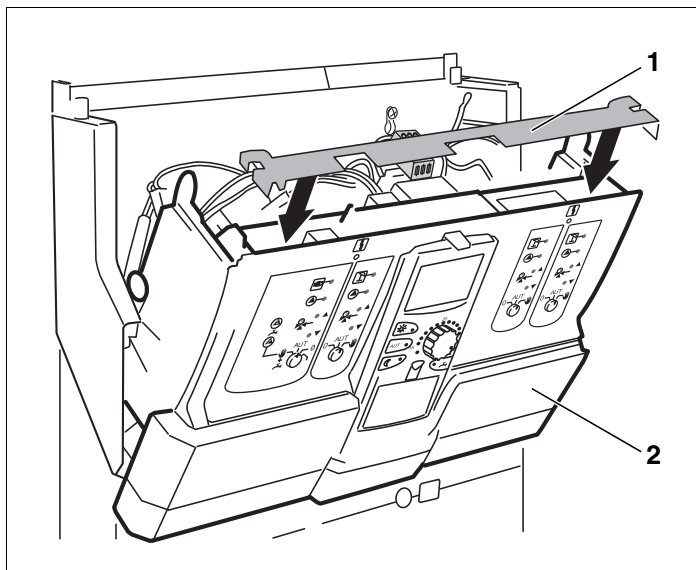

Рис. 9 Установка планки
- ▶ Установите планку (→ рис. 9, [1]) в пазы до полной фиксации.
- ▶ Установите обратно переднюю часть системы управления (→ рис. 9, [2]) до полной фиксации.